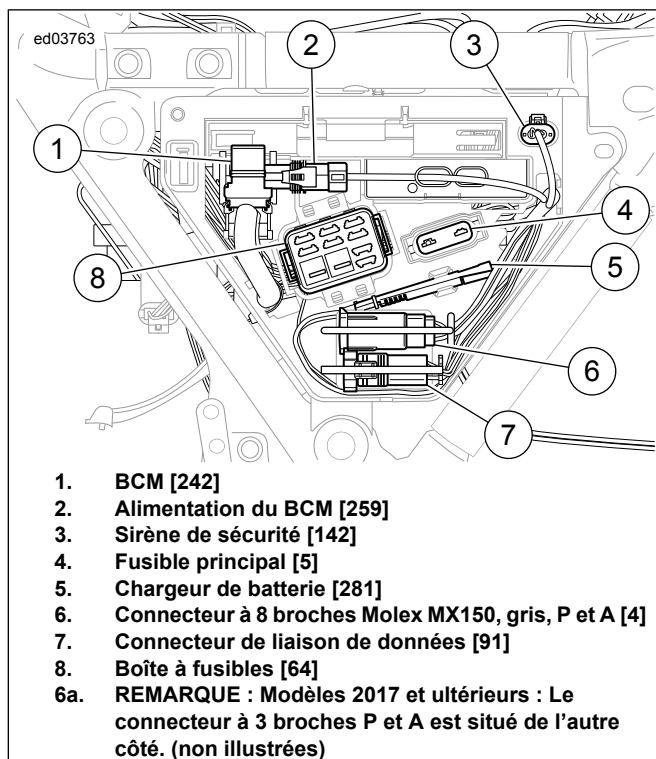

Figure 4. 2014-2016 : Capot latéral gauche
Si un autre accessoire utilise déjà le connecteur du circuit accessoire, consulter Figure 4 ; un faisceau avec adaptateur en « Y » sera également nécessaire.
3. Voir la Figure 4. Trouver et retirer la fiche du connecteur du circuit accessoire (6).